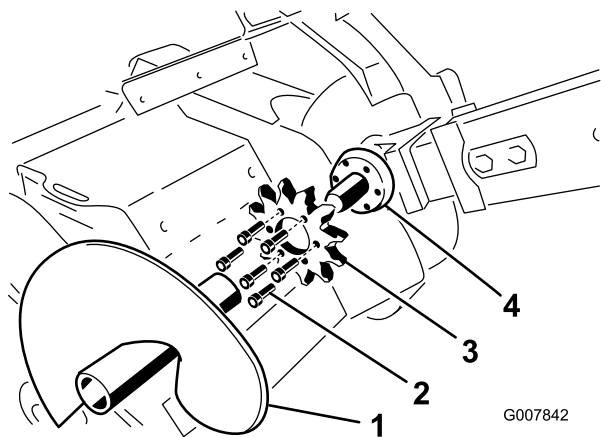

Рисунок 61
- Снимите отвальный шнек (Рисунок 61).
- Извлеките шесть болтов крепления ведущей звездочки (Рисунок 61).
- Снимите и удалите в отходы ведущую звездочку (Рисунок 61).
- Очистите посадочную поверхность звездочки на траншеекопатель (Рисунок 61).
- Насадите на вал новую звездочку (Рисунок 61).
- Закрепите звездочку шестью винтами, затянутыми вручную (Рисунок 61).